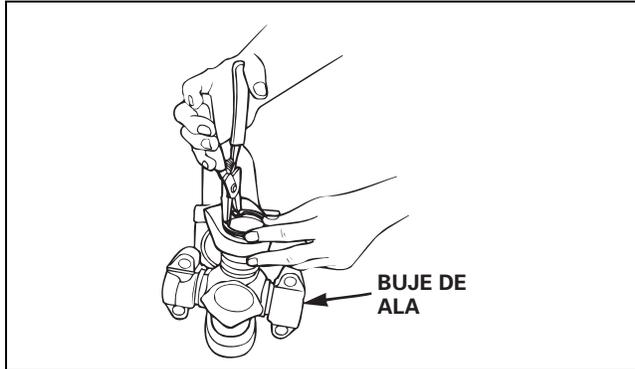

Figura 14
3. Use pinzas para anillo retén para instalar el anillo retén en el surco. Figura 14.
7. Use pinzas para anillo retén para instalar el anillo retén en el surco. Figura 14.